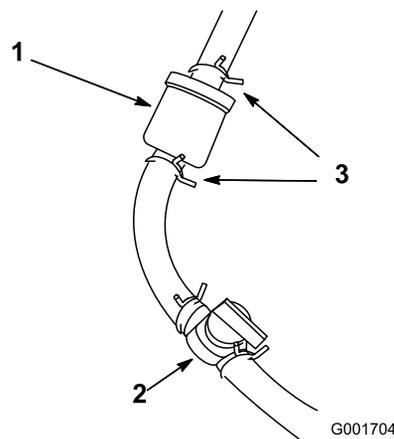

Figure 46
3. Fermez le robinet d'arrivée de carburant (Figure 46).
4. Desserrez le collier de serrage au niveau du filtre à carburant et éloignez-le du filtre (Figure 46).
5. Débranchez les conduites d'alimentation du filtre (Figure 46). Ouvrez le robinet d'arrivée de carburant et laissez l'essence s'écouler dans un bidon ou un bac de vidange.
6. Raccordez la conduite d'alimentation au filtre. Rapprochez le collier de serrage du filtre pour fixer la conduite d'alimentation (Figure 46).